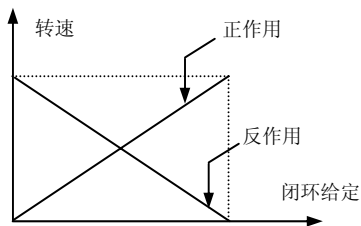

图 6-35 闭环调节特性示意图
通过 P7.14 的设置可以适应两种闭环特性的要求，如图 6-35 所示。
- (1) 确定闭环给定和反馈通道 (P7.01、P7.02)。
- (2) 模拟闭环需设定闭环给定与反馈的关系 (P7.06～ P7.09)。
- (3) 确定闭环调节特性，如果给定和要求的电机转速的关系相反，将闭环特性调节设为反作用 (P7.14=1)，如图 6-35 所示。
- (4) 设定闭环预置频率功能 (P7.16～ P7.17)。
- (5) 设定闭环滤波时间、采样周期、偏差极限、增益系数 (P7.03、P7.04、P7.12、P7.13)。